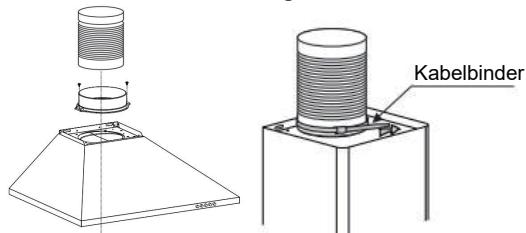

Abb. 3
5. Befestigen Sie den Luftauslass mit 2 Schrauben an der Dunstabzugshaube und das Erweiterungsrohr mit einem Kabelbinder. Siehe Abb. 3 **Hinweis: Das Erweiterungsrohr ist nicht im Lieferumfang enthalten.**